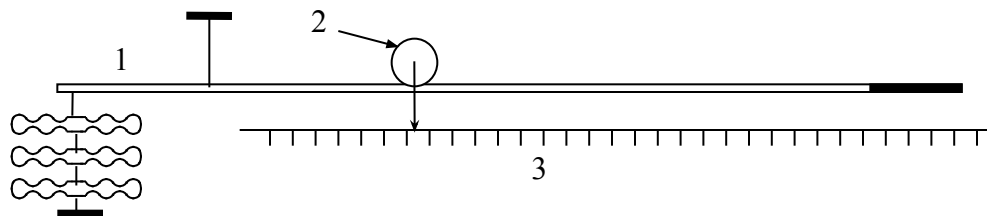

Рис. 4.2.7. Реализация силокомпенсационного метода измерения давления.
2.1. Силокомпенсационный метод (рис. 4.2.7).